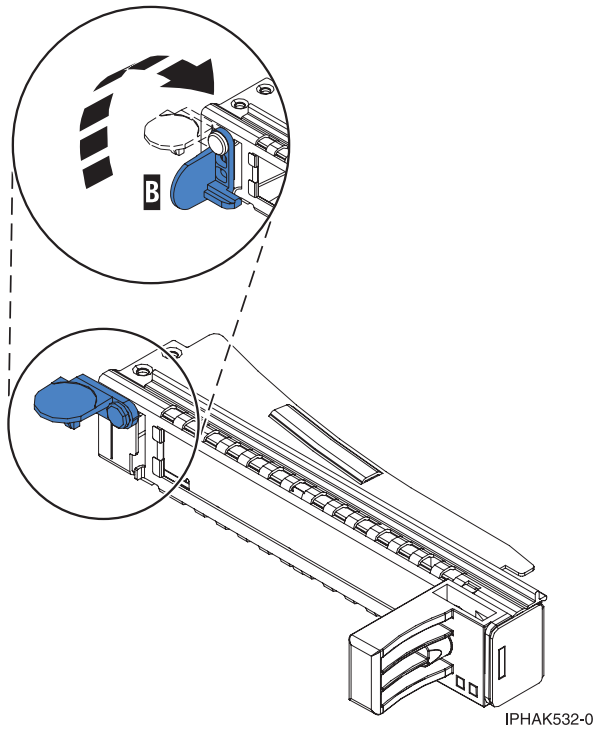

Figura 51. Apertura de la abrazadera de la contrapunta
- a. Para desbloquear la contrapunta de relleno, gire el pestillo (**B**) del final de la contrapunta de la casete, como se muestra en la Figura 51 en la página 48.